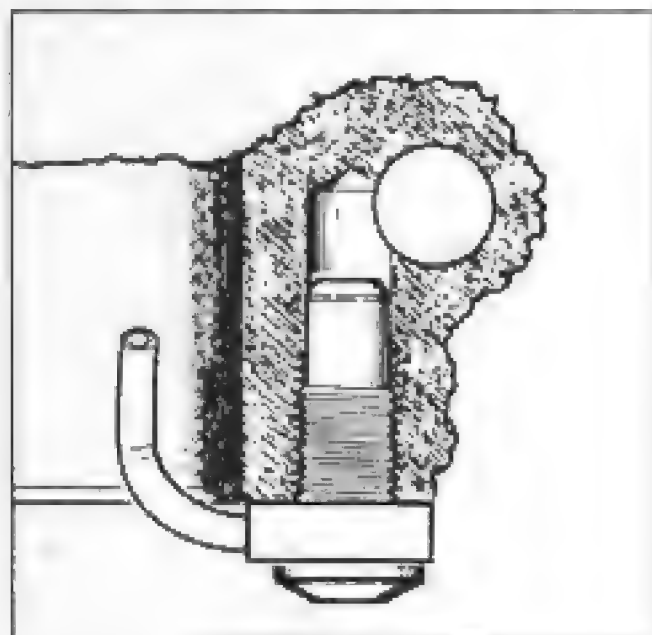
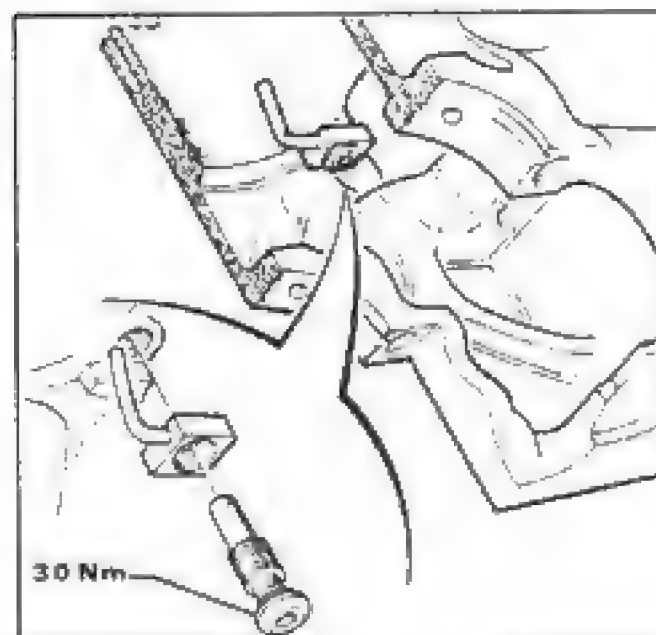

Fig.41 - Injetor de óleo
Fig.42 - Remoção do Injetor de óleo
- Remover o injetor (Fig.41), soltando o parafuso (válvula) com a ferramenta nº 022M (fig.42) e verificar: